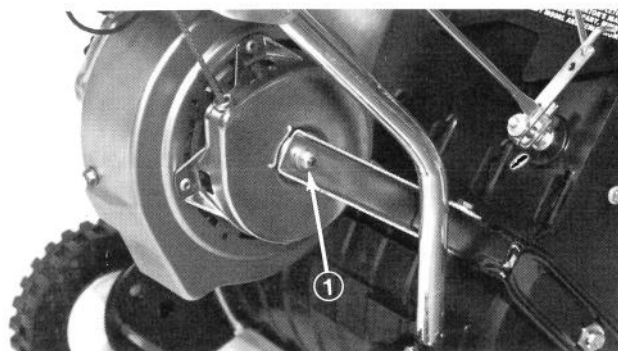

Figure 11
4. Desserrez un boulon du côté droit de la machine (Figure 11).